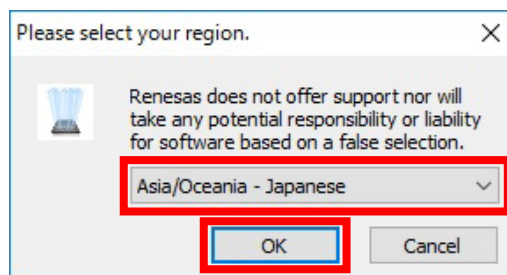

図 5-1 インストーラ"Asia/Oceania - Japanese"の選択
- (1) Windowsを起動します。
- (2) EEPROMエミュレーション・ライブラリ Pack02パッケージの圧縮ファイルを解凍し、インストーラを実行します。
- (3) プルダウンメニューから"Asia/Oceania - Japanese"を選択します(図5-1)。
- (4) "OK"ボタンを押下し、以降、インストーラの指示に従い、実行します。